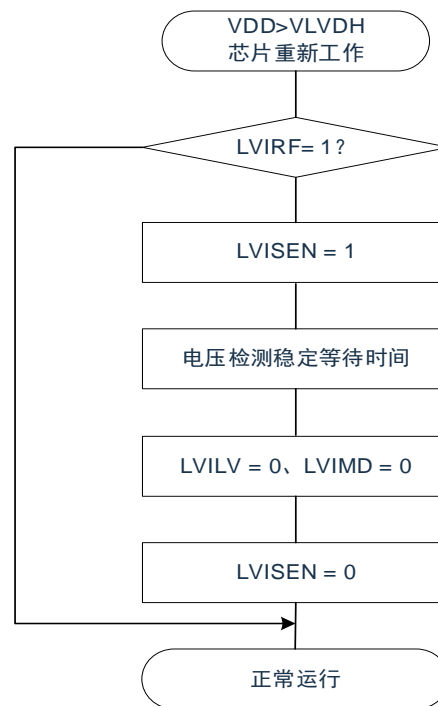

图3-2
3. 当LVD检测到 $VDD < V_{LVDL}$ 发生系统复位后，LVIMD和LVILV标志会被置‘1’，芯片重新工作后需要在初始化程序中将LVIMD和LVILV标志清零，否则当VDD下次降低时将无法产生系统复位信号，具体操作流程详见图3-2。